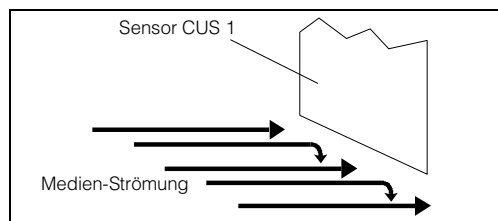

Bild 4.12 Selbstreinigung durch Anströmung gegen die angeschrägte Sensorfläche
- Eine optimale Selbstreinigung und ein ausreichender Wandabstand z.B. in schmäleren Gerinnen, wird durch Drehen der angeschrägten Sensorfläche in Strömungsrichtung erreicht (siehe Bild 4.12). Nach der Erstinbetriebnahme sollte nach einem angemessenen Zeitraum eine ggf. auftretende Sensorverschmutzung überprüft werden. Zur Reinigung genügt ein Abwischen des Sensors mit einem weichen Zellstofftuch.